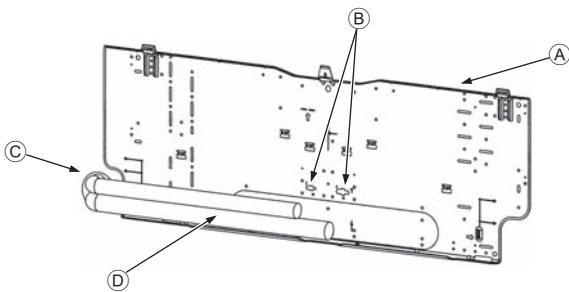

Fig. 3-5
3.3. Lors de l'insertion des tuyaux dans le mur (Fig. 3-5)
- (A) Planche d'installation ①
- (B) Marquage de référence des raccords évasés
- (C) Orifice passant
- (D) Tuyauterie sur site